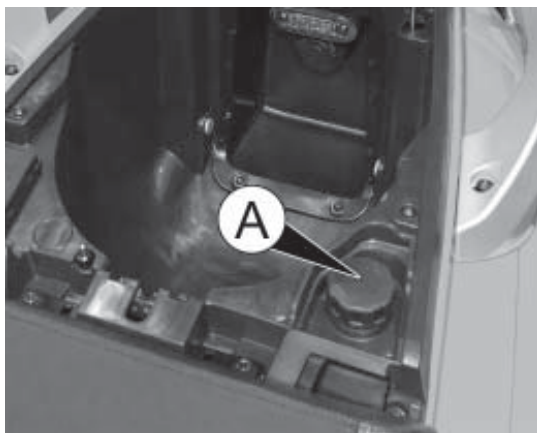

Abb. 4
- den Deckel A Abb. 4 (grün) abschrauben.